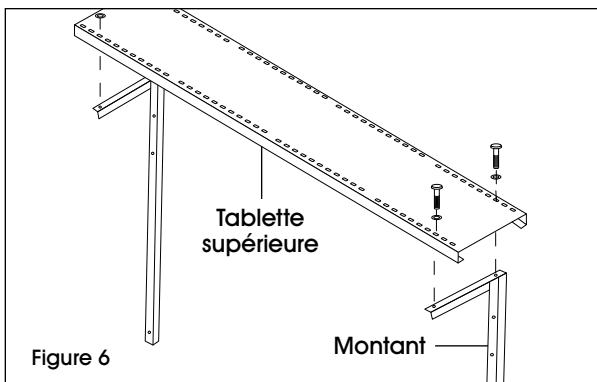

Figure 6
1. Fixez la tablette supérieure aux montants. Alignez les trous de montage de la tablette supérieure (3e trou à partir des extrémités de la tablette) sur les trous des montants. Utilisez des vis à tête ronde de 1/4 – 20 x 5/8 po et des écrous pour fixer la tablette. (Voir Figure 6)